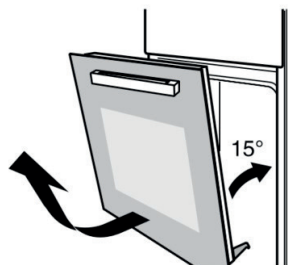

Рисунок 2
2. Закройте дверь духового шкафа, так чтобы она была открыта примерно на 15 градусов, затем поднимите дверь и медленно вытяните ее, отсоединив от духового шкафа (см. рисунок 2).